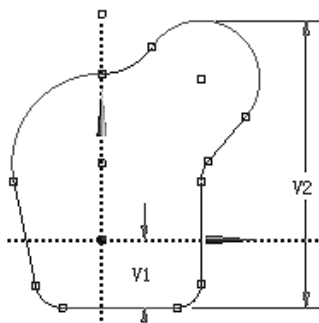

图 3.8.8 添加竖直尺寸约束
(1) 标注竖直尺寸。在 **Sketching Toolboxes** 工具箱中单击 **Dimensions** 按钮，在 **Dimensions** 窗口中单击 **Vertical** 按钮，标注图 3.8.8 所示的竖直尺寸。